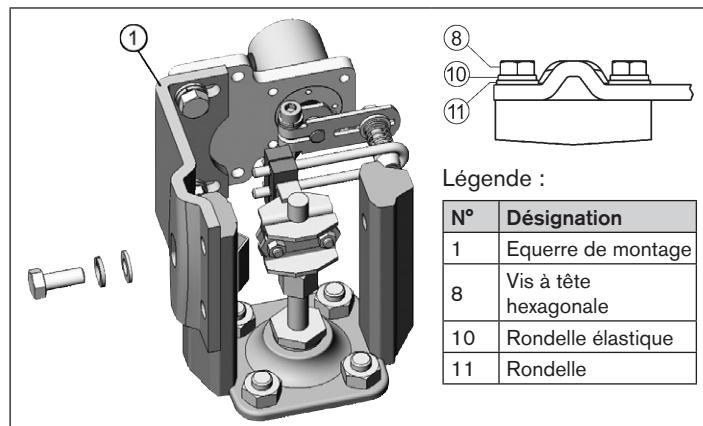

Fig. 29 : Fixer l'équerre de montage sur le cadre en fonte
→ Fixer l'équerre de montage ① avec une ou plusieurs vis à tête hexagonale ⑧, rondelles élastiques ⑩ et rondelles ⑪ sur le cadre en fonte (voir « Fig. 29 »).